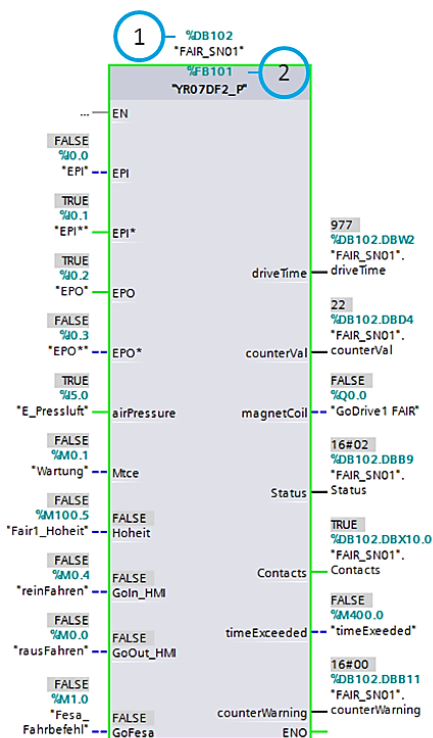

Abb.1: Ansicht eines Funktionsbausteins im TIA-Portal
Dem Antrieb wird ein Instanz-Datenbaustein (DB) zugewiesen, in dem die aktuellen Parameter/Zustände des Antriebs gespeichert sind. Abbildung 1 zeigt einen Funktionsbaustein, der einen Antrieb repräsentiert. Sein dazugehöriger Instanz-Datenbaustein ist in Abbildung 2 zu sehen.